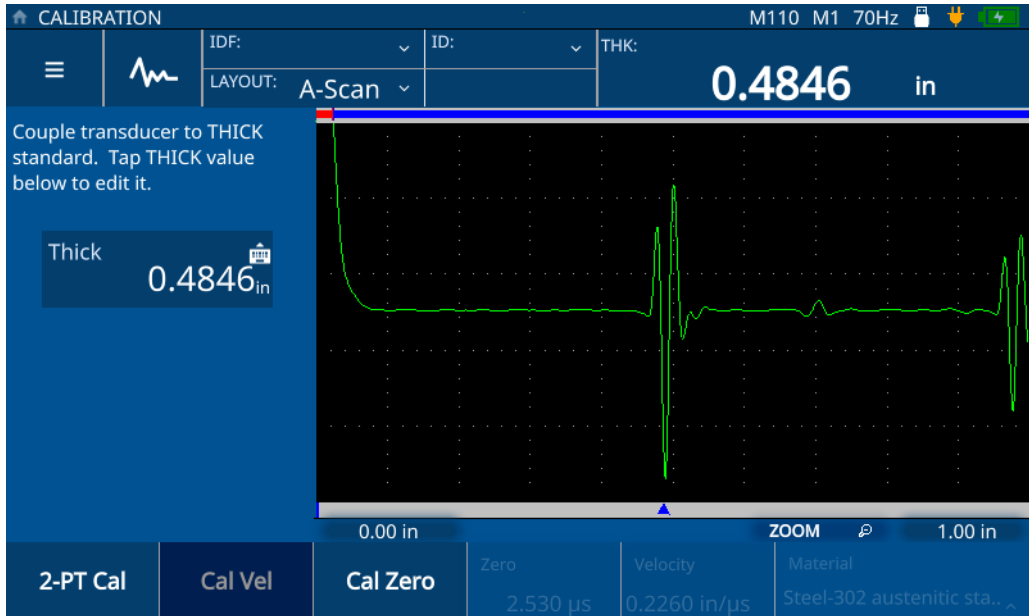

図 5-2 音速校正
4. 画面の校正手順の指示に従って、最大厚さが既知のサンプルに探触子をつなぎます（43 ページの図 5-2 参照）。